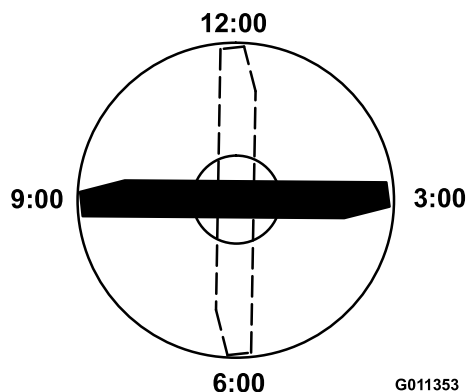

Figura 73
4. Coloque el filo de corte del extremo marcado de la cuchilla en la posición de las 12 (hacia adelante, en el sentido de la siega) (Figura 73) y mida la altura desde la mesa hasta el filo de corte de la cuchilla.
5. Gire el extremo marcado de la cuchilla a las posiciones de las 3 y de las 9 (Figura 73) y mida las alturas.